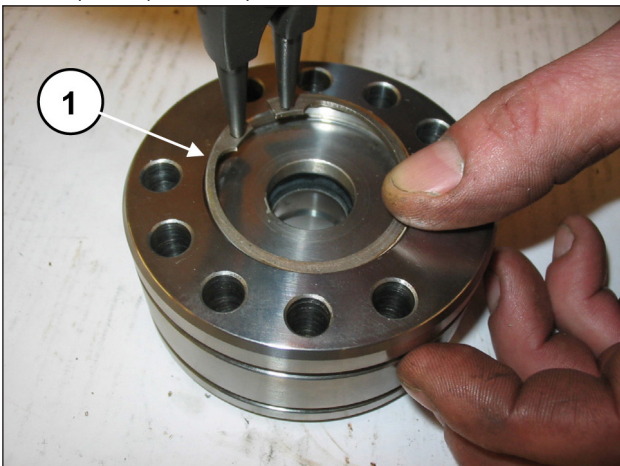
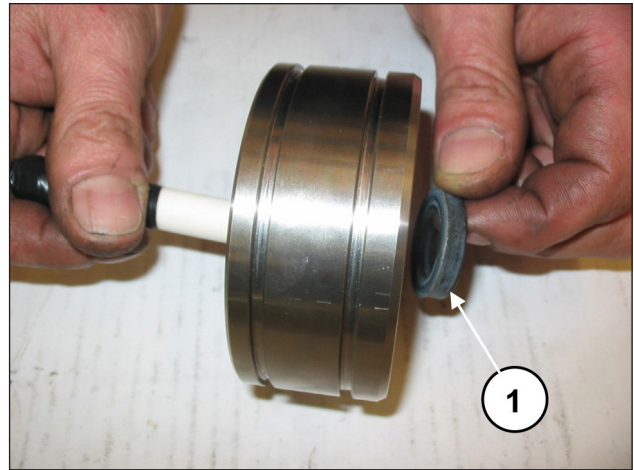

Abb. 112
Abb. 113
Entfernen Sie den Seegerring und den Stützring der Dichtungen (Pos. ①, Abb. 112) und ziehen Sie mit einem speziellen Kunststoffdorn die ND (Niederdruck) Dichtung heraus (Pos. ①, Abb. 113).